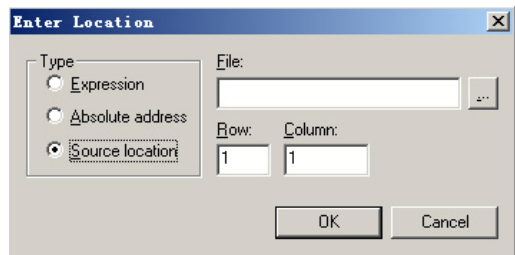

图 3-16 Enter Location 对话框 3
(3) Source location 如图 3-16 所示。通过确定某一源文件的行和列来设置断点。对于 C 语言的调试来说，这种方式不方便，所以一般不使用。